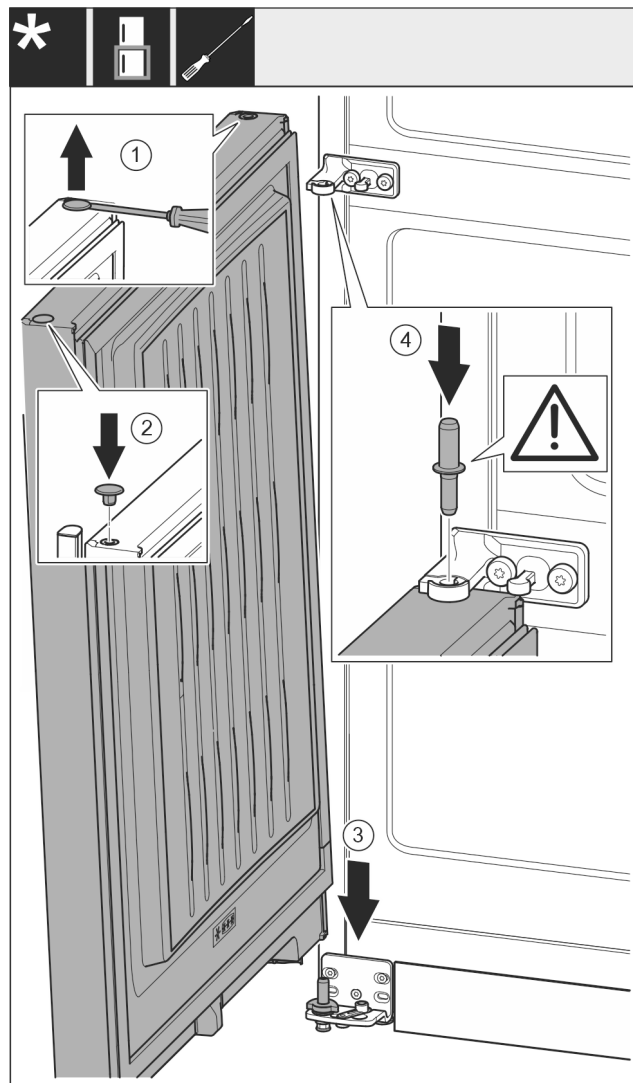

Fig. 22
- Ngrini lart me kujdes tapën Fig. 22 (1) me një kaçavidë me kokë petë dhe nxirreni jashtë.
- Vendosni sërish në vend tapën Fig. 22 (2) në anën tjetër të derës.
- Futni derën Fig. 22 (3) nga lart mbi bulonin e rrotullimit poshtë.
- Futni në derën poshtë bulonin e rrotullimit në mes Fig. 22 (4), duke e kaluar përmes bazamentit mbështetës në mes. Këtu bëni kujdes që gunga ndaluese të jetë e kthyer nga poshtë.